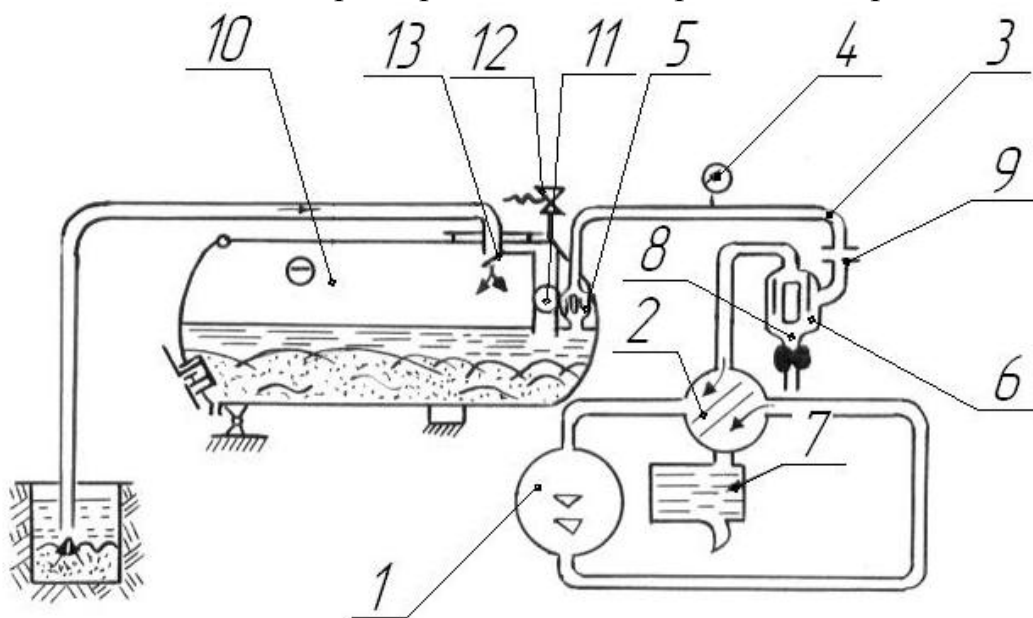

Рисунок 3. Вакуум-нагнетательная система.
3.2.2 Вакуум-нагнетательная система (рисунок 3) предназначена для создания разрежения или давления в цистерне при выполнении рабочих операций.